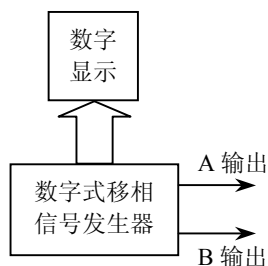

图 3 数字式移相信号发生器
- (1) 设计并制作一个数字式移相信号发生器（图 3），用以产生相位测量仪所需的输入正弦信号，要求：
- (2) 在保持相位测量仪测量误差和频率范围不变的条件下，扩展相位测量仪输入正弦电压峰-峰值至 0.3V~5V 范围。
- (3) 用数字移相信号发生器校验相位测量仪，自选几个频点、相位差值和不同幅度进行校验。
- (4) 其它。